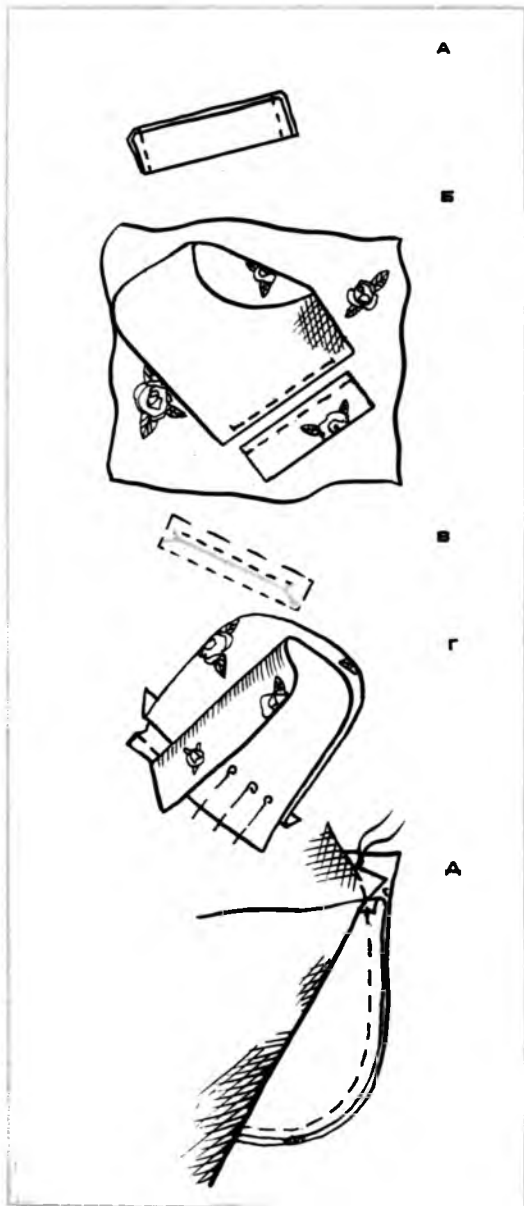

Рис. 55.
- Листочку вытачать (рис. 55, а) и вывернуть, не забыв срезать припуски на швы и приутюжить. Если есть желание, по краям листочки можно проложить отделочную строчку.
- Подкладку кармана приметать к полочке так, чтобы прямые срезы листочки и подкладки совпали и края подкладки выступали за края листочки (рис. 55, б). Сначала притачать листочку, потом мешковину, при этом строчка притачивания мешковины должна быть короче шва листочки на 5 мм с каждого края.
- С изнаночной стороны между строчками сделать разрез «конвертом» (рис. 55, в). Выполняя разрез, не повредите листочку и подкладку!
- Вторую деталь подкладки кармана приколоть с изнаночной стороны по линии шва притачивания листочки (рис. 55, г) и притачать к припускам данного шва. Эту операцию легче и лучше выполнить с помощью специальной лапки для притачивания «молний».
- Обе детали подкладки сколоть друг с другом, вывернуть на изнаночную сторону маленькие треугольнички, образовавшиеся при выполнении разреза. Если необходимо, мешковины подрезать, уравнивая, и стачать, начав строчку непосредственно над треугольником, со стороны нижней детали подкладки (рис. 55, д). Закончить строчку